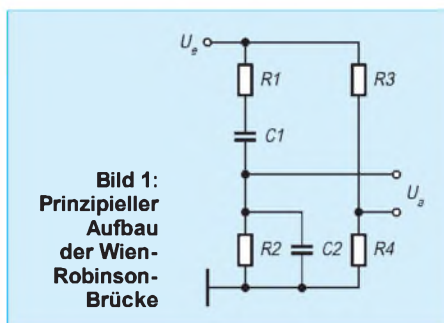

Bild 1: Prinzipieller Aufbau der Wien-Robinson-Brücke
Als frequenzbestimmendes Element eines abstimmbaren NF-Sinusoszillators mit geringem Klirrfaktor eignet sich die im Bild 1 dargestellte Wien-Robinson-Brücke ausgezeichnet. Sie besteht aus dem komplexen Zweig mit den Bauelementen R1, R2, C1 und C2 sowie dem frequenzunabhängigen Spannungsteiler mit den Widerständen R3 und R4.
Die Steilheit des Nulldurchganges ist dem Kehrwert der Verstimmung des nichtkomplexen Zweiges der Brücke proportional. Eine kleine Verstimmung, der Wert von R4 im Bild 1 ist dann nur geringfügig niedriger als $R3/2$, bewirkt also eine große Steilheit der Phasenwinkeländerung.
Den realen Brückenzweig bilden R5 bis R10 sowie der OTA N1.1 und der Folger N1.2. Dabei entspricht der Widerstand R10 in Bild 2 direkt dem Widerstand R3 in Bild 1. Den Widerstand R4 aus Bild 1 ersetzt der OTA N1.1, der hier den massebezogenen Widerstand $R_{\text{SIMN1.1}}$ simuliert. Sein Wert ist u.a. eine Funktion des OTA-Steuerstromes $I_{\text{STN1.1}}$, wie an Hand des Schaltungsausguges im Bild 3 gezeigt wird.
Das Meßprinzip sei an Hand von Bild 1 kurz erklärt. Zur Umwandlung der Kapazität in ein zur Messung auswertbares Signal sind zwei identische Timer vorhanden, die eine Impulskette erzeugen, wobei die Länge der Impulse ein getreues Abbild der jeweiligen Kapazität darstellt.
Besonders bei kleinen Kapazitäten von wenigen Picofarad ist dies mit nur einem als monostabilen Oszillator geschalteten Timer nicht möglich. Auch ohne außen angeschlossenes Meßobjekt erzeugt der Timer infolge parasitärer Kapazitäten (Kapazität der Meßklemmen, der Leiterbahnen, des ICs selbst usw.) kurze Impulse (T_e in Bild 1 a), welche die Messung kleiner Kapazitäten unmöglich macht.
Daher wird hier ein zweiter, identischer Timer zur Kompensation dieses Effektes eingesetzt, der stets nur diese schaltungsbedingten Impulse erzeugt. Die Impulslänge am Ausgang des Meß-Timers wird durch das außen angeschlossene Meßobjekt (T_c) plus der Schaltungskapazität (T_e) bestimmt (Bild 1 b), wobei die Periodendauer T_0 je
nach Meßbereich 10, 1 oder 0,1 ms beträgt. Die Ausgänge von Meß- und Kompensations-Timer werden in einem EXCLUSIV-ODER-Gatter zusammengeführt, dessen Ausgang nur so lange HIGH (H) wird, solange die Eingangssignale ungleich sind, Bild 1 c. Ohne außen angeschlossene Kapazität liefern beide Timer identische Signale, und der Ausgang des EXOR-Gatters ist LOW (L).
Aus Bild 1 c ist noch ein weiterer Nebeneffekt sichtbar. Dieser ist vielleicht nicht signifikant, beeinflusst aber unnötigerweise gerade bei kleinen Kapazitäten das Meßergebnis: Geht ein Gatter auf L, so ist seine Ausgangsspannung nicht wirklich Null, sondern es bleibt eine kleine Restspannung U_s stehen. Diese geht natürlich in die folgende Integration der Impulse zu einer Gleichspannung ein.